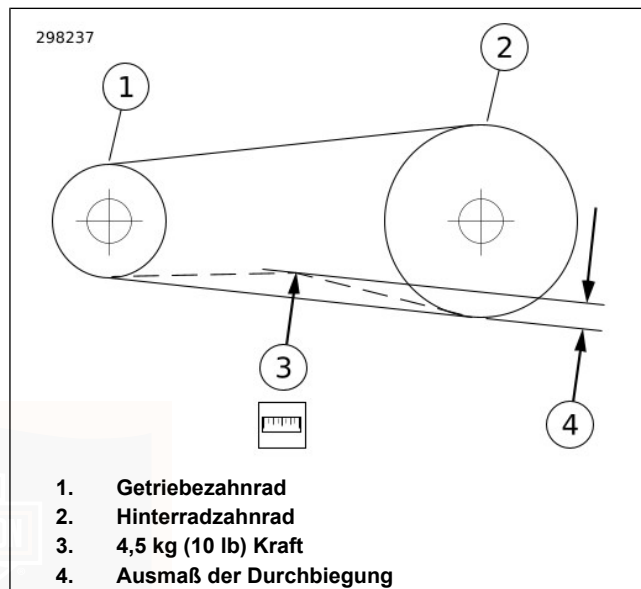

Abbildung 109. Riemendurchbiegung überprüfen
- b. **Alle anderen Modelle:** Siehe Abbildung 109. Bei stillgehaltenem Messgerät Riemendurchbiegung (4) messen.